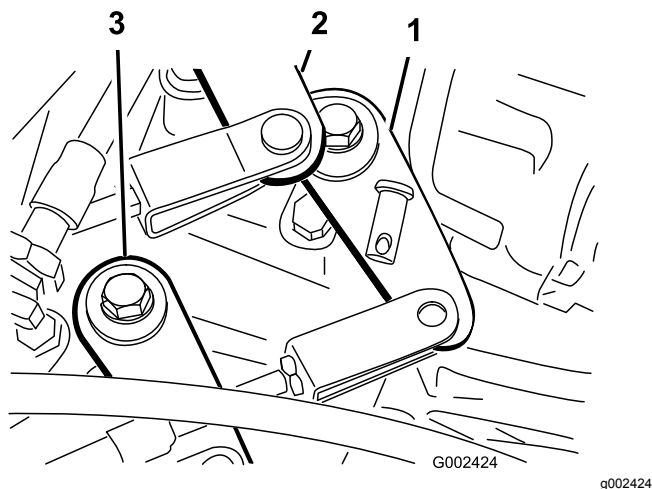

Figure 44
2. Enlevez les axes de chape qui fixent les câbles aux bras sélecteurs de la boîte-pont (Figure 44).
1. Enlevez l'axe de chape qui fixe le câble de gamme haute/basse à la boîte-pont (Figure 44).